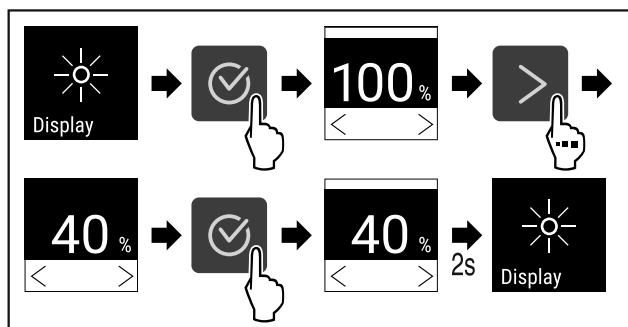

Fig. 81
- ▶ Провести етапи операцій (див. Fig. 81) .